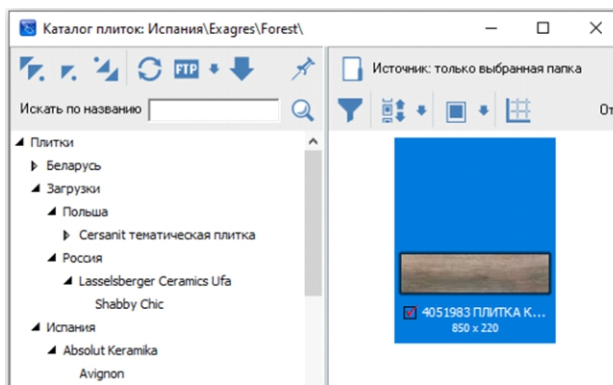

рис. 20
1. Зажмите **Ctrl** и кликайте по нужной вам плитке  (рис. 20).